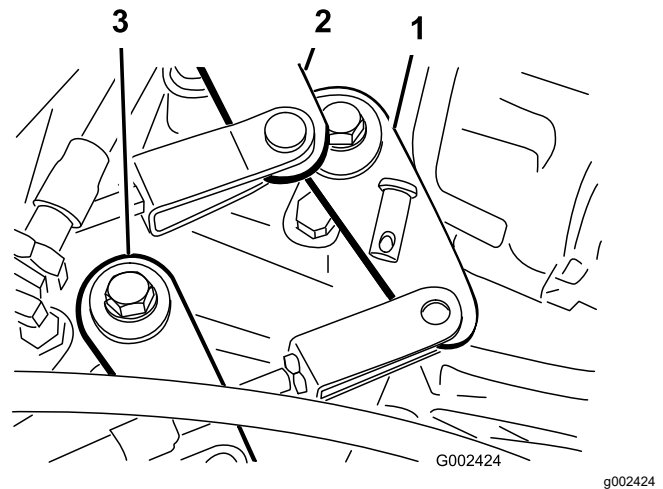

Bild 53
2. Nehmen Sie die Lastösenbolzen ab, mit denen die Schaltzüge an den Getriebebeschalthebeln befestigt sind (Bild 53).
1. Nehmen Sie die Lastösenbolzen ab, mit denen das Kabel (schneller/langsamer Gang) am Getriebe befestigt ist (Bild 53).